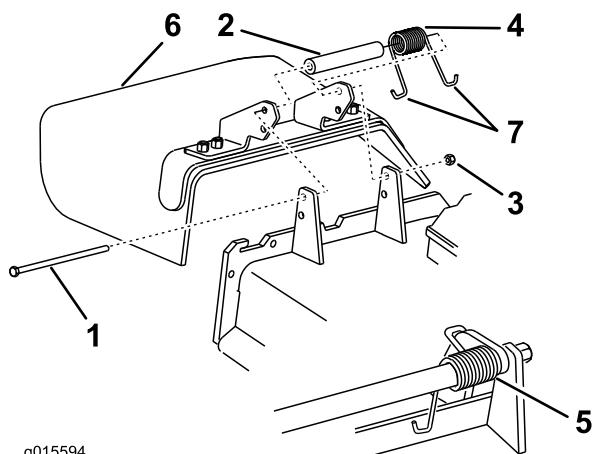

図89
1. デフレクタをピボットブラケットに固定しているロックナット、ボルト、スプリング、スペーサを外す(図89)。
注 必ず、スプリングのJフック端の1つをデッキエッジの後ろに引っ掛け、それからボルトを図89のように取り付けてください。
6. J形端部のひとつをデフレクタに引っ掛ける図89。